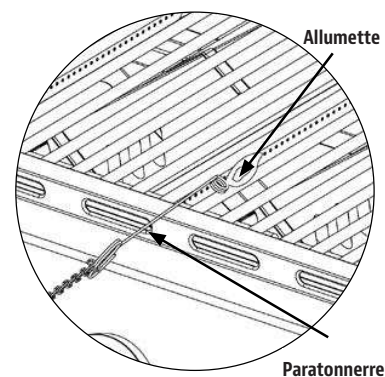

FIG. 3
8. Si l'allumeur n'allume pas le brûleur, utilisez une allumette allumée et sécurisée avec une tige d'allumage (fournie avec le grill) pour allumer les brûleurs. Accédez aux brûleurs par la grille de cuisson et les plaques chauffantes. Positionnez l'allumette allumée à côté du brûleur (Fig. 3).